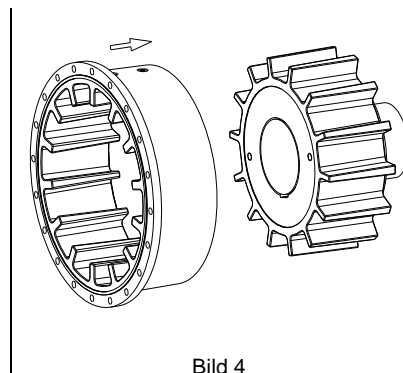

Bild 4
- Schieben Sie den Nockenring (Bauteil 4) über die Nabe und legen diesen vorsichtig ab oder halten Sie den Nockenring mit einem geeigneten Hebezeug (siehe Bild 4).